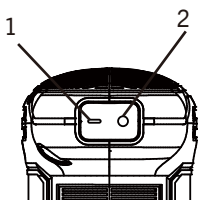

Fig. 3
Pour mettre l'outil en marche, appuyez sur le côté gauche de l'interrupteur (1) (Fig. 3). Pour arrêter l'outil, appuyez sur le côté droit de l'interrupteur (2)